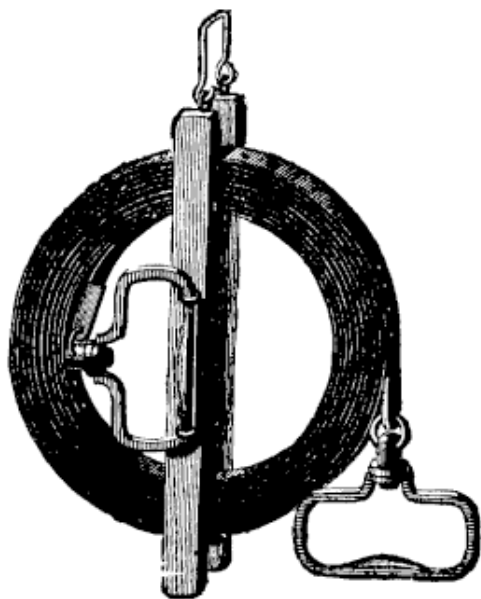

Fig. 16
16. Décamètre ou Mesure à ruban acier , de 20 millimètres de largeur, percé tous les décimètres, avec chiffres découpés tous les mètres, à poignées articulées, avec bois et fiches. Modèle de la Ville de Paris (fig. 16). De 10 mètres	15 »